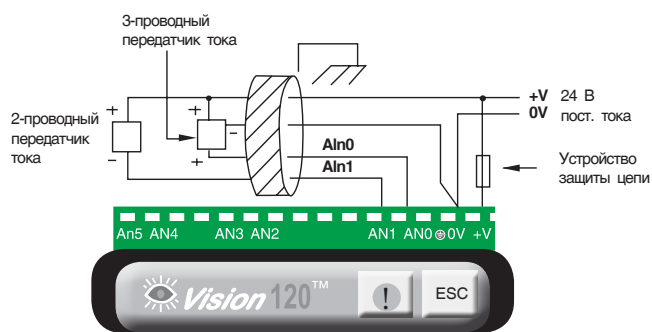

Рис. 2. Аналоговые входы
- 6 аналоговых входов (не имеют гальванической развязки) (рис. 2, стр. 4);